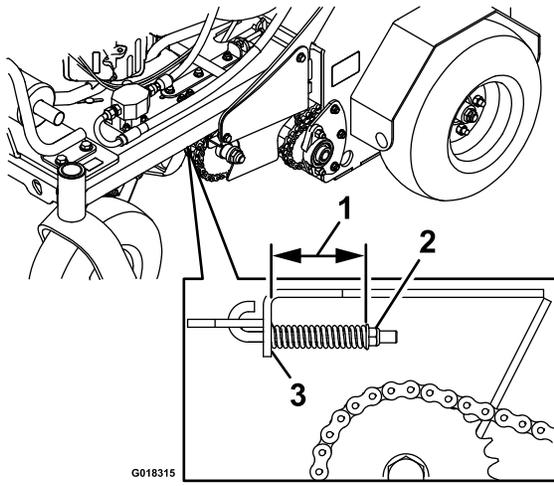

Figura 18
2. Mida la longitud del muelle desde el interior del soporte de la polea tensora hasta el interior de la tuerca con arandela prensada, según se muestra en Figura 18.
3. Mida la longitud del muelle desde el interior del soporte de la polea tensora hasta el interior de la tuerca con arandela prensada, según se muestra en Figura 18. Ajuste la longitud del muelle a 60 mm (2-3/8 pulgadas).